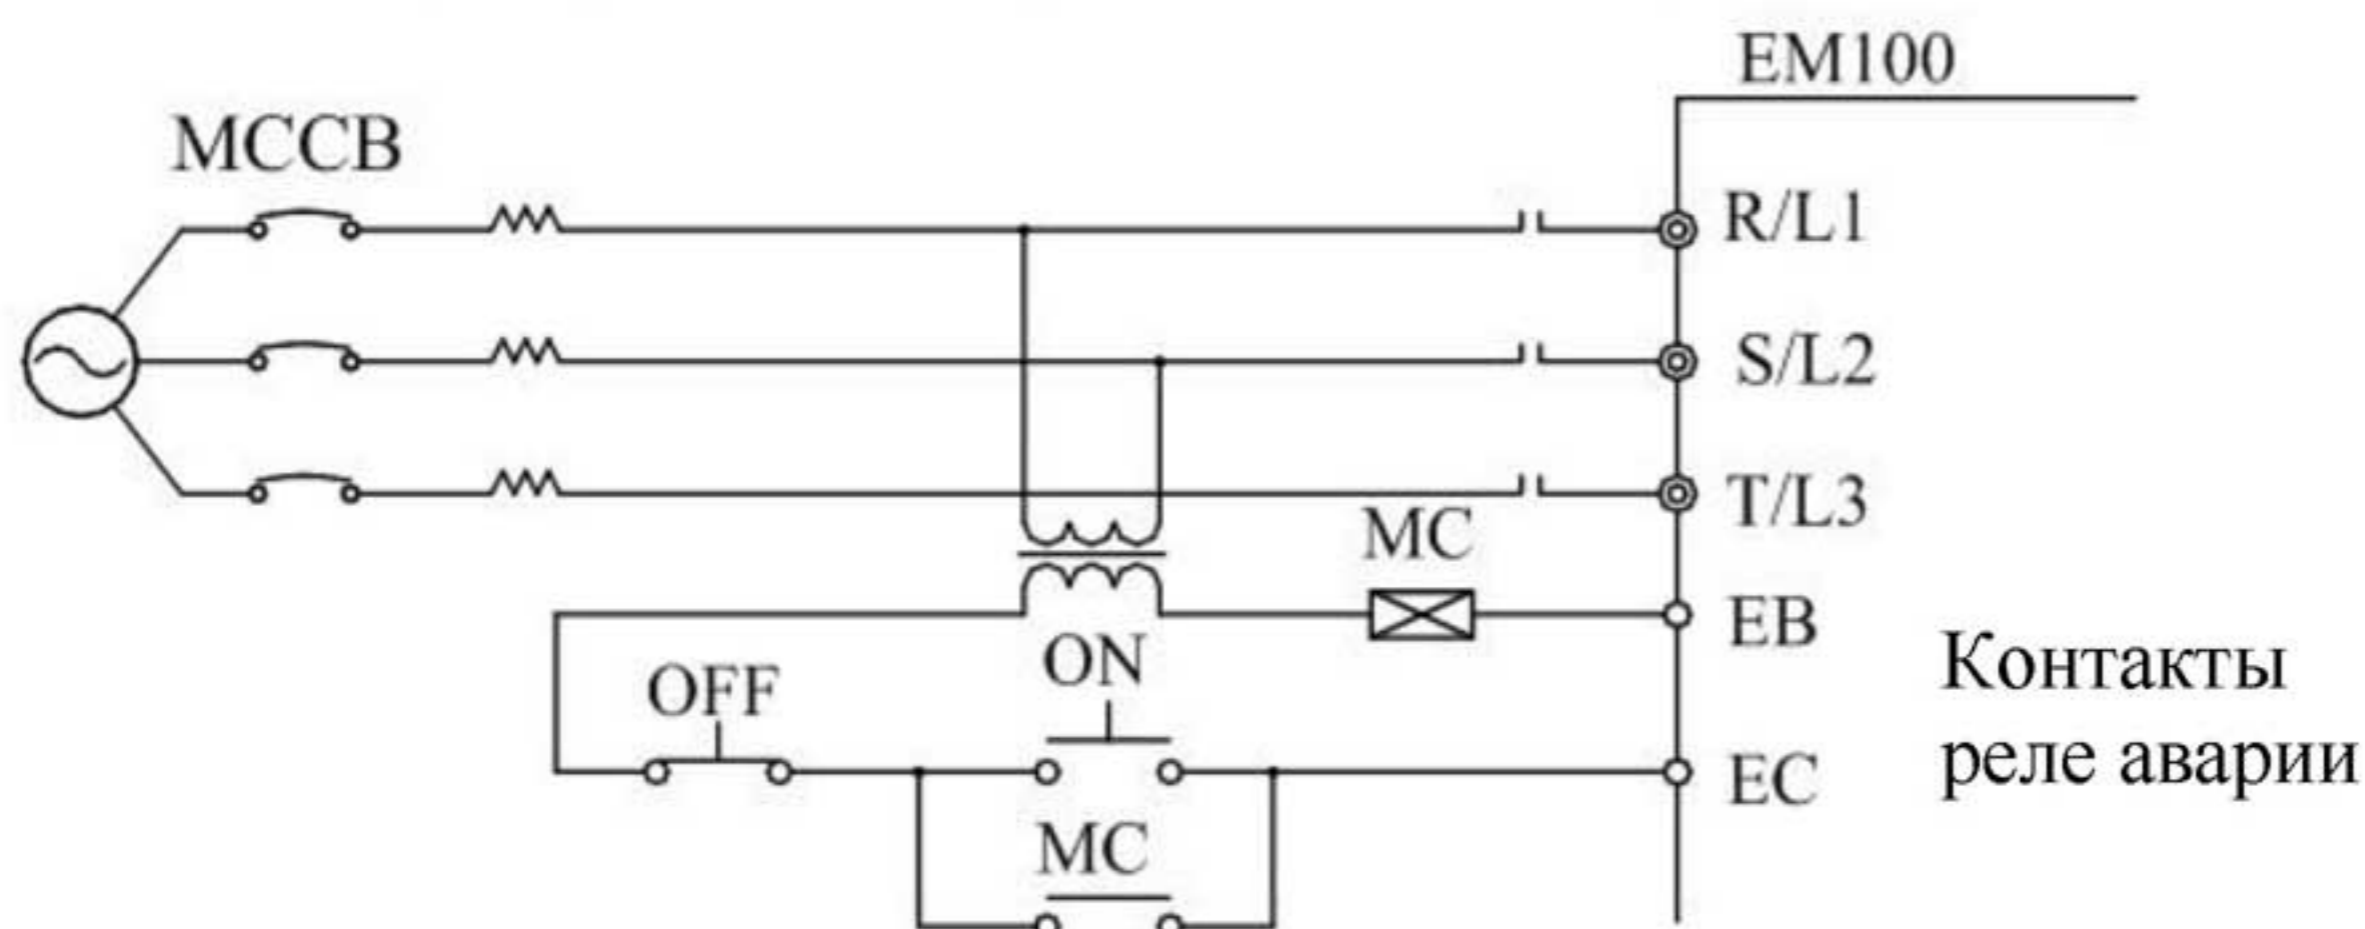

Рис. 3-6 Подключение автоматического выключателя на входе
- Если от одного автоматического выключателя (МССВ) питается несколько потребителей, то контакты аварийного реле должны быть включены в цепь питания катушки электромагнитного контактора, как показано на Рис. 3-6; соответственно питание преобразователя будет отключено при любом сигнале аварии.
Установите контактор, соответствующий модели ПЧ, как показано на Рис. 3-6.